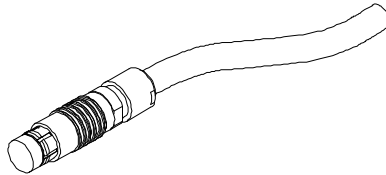

图 L-4 19 针涡流探头连接器
- 第二种为 19 针连接器（参见第 172 页的图 L-4），用于连接多线圈涡流探头。